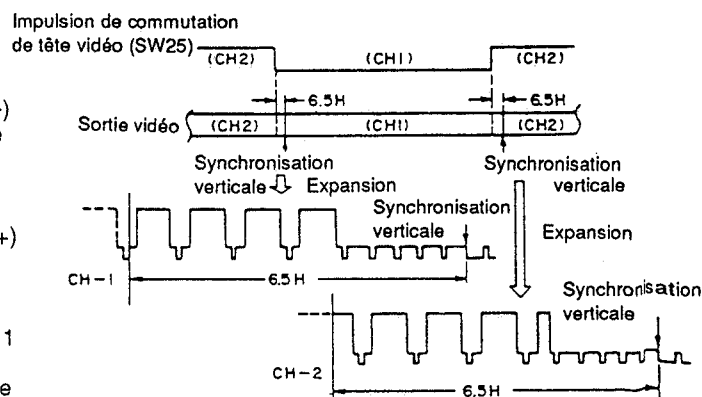

Fig. 4-102
(1) Calage du seuil de commutation des têtes (Figs. 4-102, 4-151)